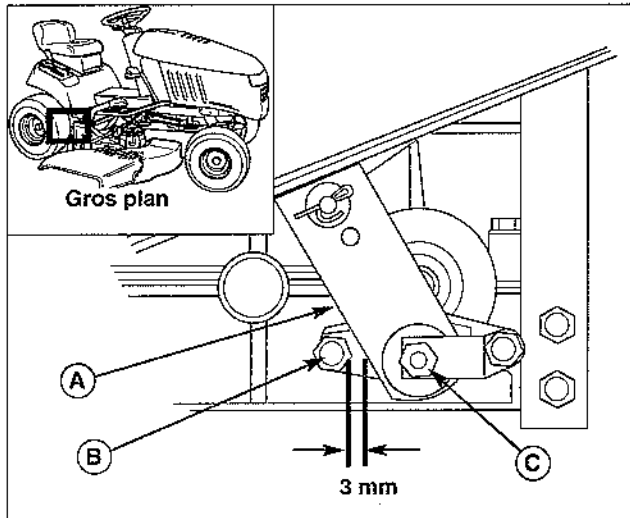
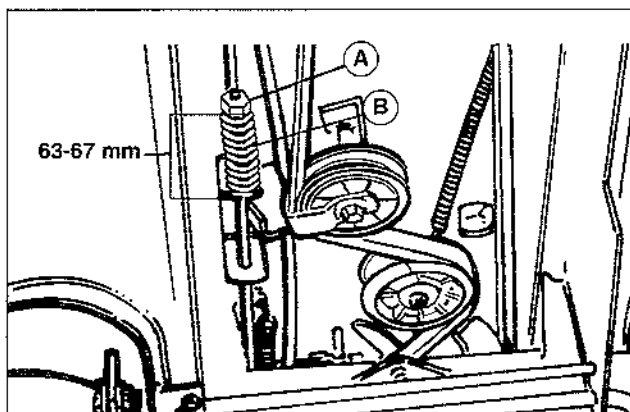

Figure 28. Réglage du frein
Figure 29. Réglage du frein de ressort
2. Voir la Figure 28. Pousser le levier de came de frein (A) vers l'avant. Il doit y avoir un espace de 3 mm entre le levier (A) et la butée (B), comme illustré.
3. Tourner l'écrou (C) dans le sens horaire pour réduire l'espace ou dans le sens antihoraire pour l'augmenter.
4. Voir la Figure 29. Serrer le frein de stationnement. Serrer ou desserrer l'écrou de réglage (C) pour obtenir une longueur de ressort comprimé de 63 à 67 mm, comme illustré.